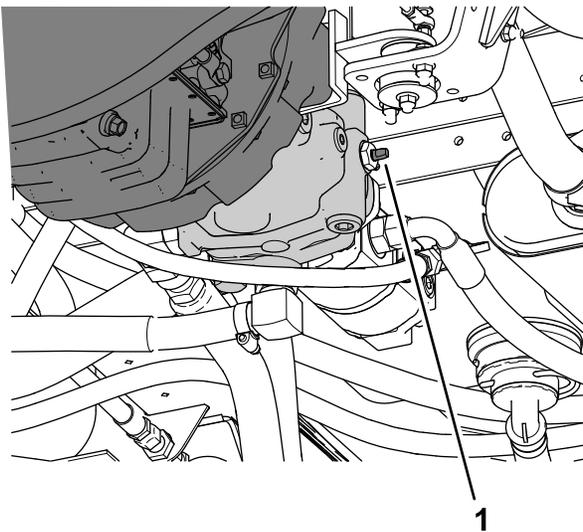

Figura 45
3. Rode a válvula de reboque (Figura 45) 90° em qualquer um dos sentidos para abri-la.